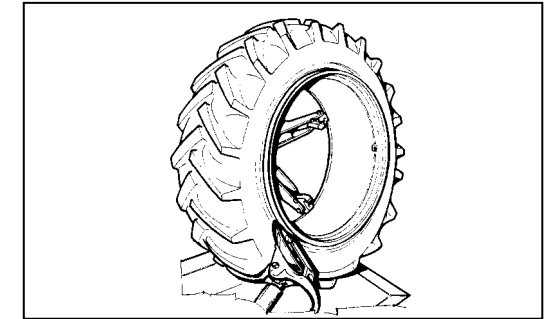

Fig.44
3. Break the outer bead in the same way, taking care not to damage the valve stem (Fig.44).
3. Détalonner la partie extérieure de la même façon, en veillant à ne pas détériorer la soupape (Fig.44).
3. Die Außenseite auf gleiche Weise abdrücken, wobei darauf zu achten ist, daß das Ventil nicht beschädigt wird (Abb.44).